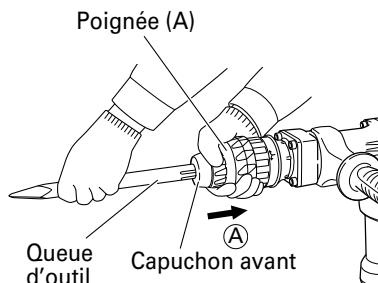

Fig. 2
- (1) Nettoyer la section de la queue de l'outil.
- (2) Comme indiqué sur la Fig. 2, tirer sur la poignée (A) dans le sens (A), et insérer l'outil dans l'un des orifices du capuchon avant.
- (2) Libérer la poignée (B) et tourner l'outil, et vérifier qu'il est bloqué à fond.
Comme indiqué sur la Fig. 2, tirer sur la poignée (A) et sortir l'outil.
**Bien tenir l'outil par la poignée et la poignée latérale pendant le travail. Ne pas tenir l'outil par le manche (A) pendant le travail. Si l'on tire dessus par inadvertance, la pointe de broyage risque de s'éjecter brusquement.**